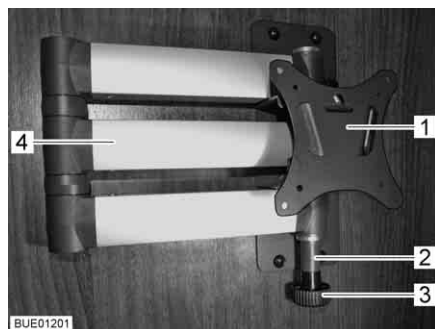

Fig. 86 Suporte com braço articulado
- Puxe botão de destravar (Fig. 86,3). O braço articulado (Fig. 86,4) está destravado.
- Rode o ecrã plano para trás, para a posição inicial, até o suporte (Fig. 86,1) encaixar no dispositivo de bloqueio (Fig. 86,2).